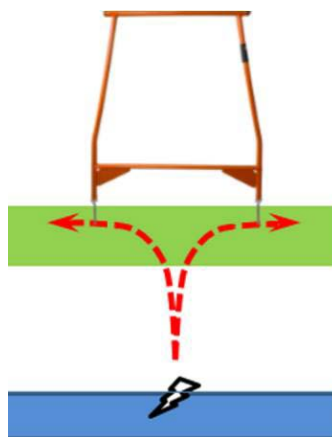

Рисунок 7.9 – Минимум сигнала над местом утечки тока
- 12 Для точного определения места повреждения электроды ДКИ следует установить по оси трассы симметрично над предполагаемым местом повреждения. Если при этом небольшие смещения в обе стороны вдоль трассы дают увеличение сигнала, а в данном месте наблюдается минимум сигнала, то посередине между контактными штырями и будет место утечки тока - Рисунок 7.9.